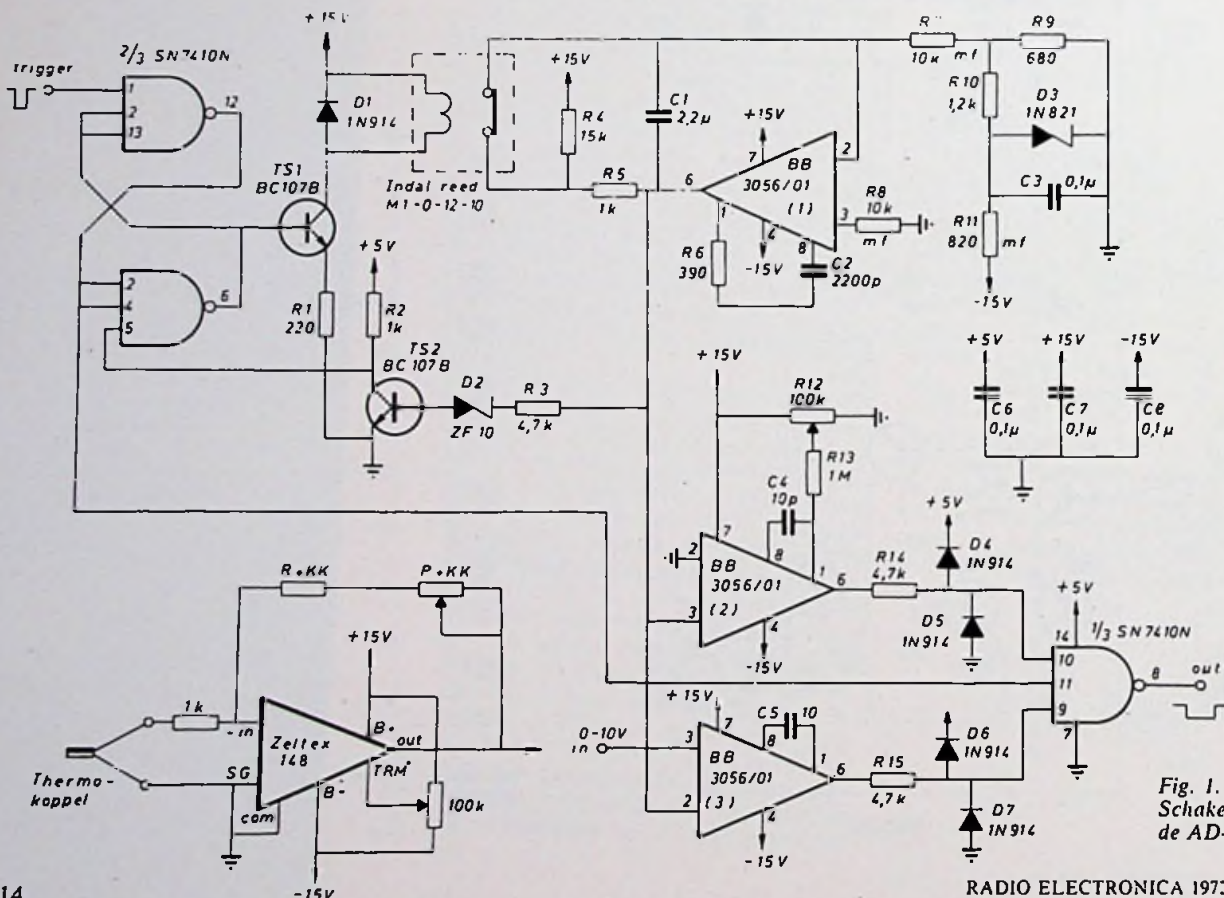
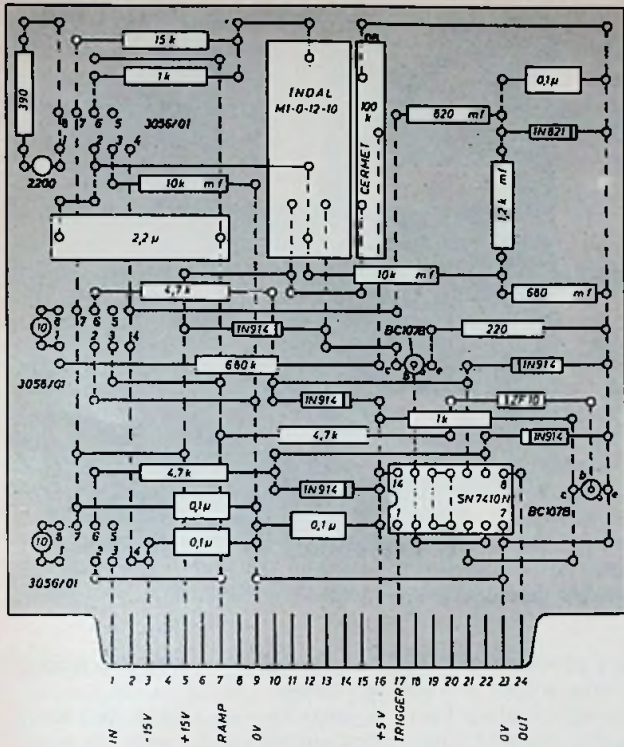

Fig. 1.
Fig. 2. AD-omzetter op Veroboard.
De schakeling (fig. 1) vertoont enige overeenkomst met de ingangscircuits van de meeste digitale paneelmeters en is vrij eenvoudig. Fig. 2 toont hoe de hele omzetter kan worden ondergebracht op een plaatje Veroboard van ca.  $9 \times 9$  cm. Het principe is dat na ontvangst van een trigger impuls een zaagtand (ramp) wordt gestart, welke bij het door de nul gaan een poort openzet en bij het bereiken van de te meten aangelegde spanning deze poort weer sluit. Indien de ramp maar goed lineair is en de gebruikte comparatoren weinig drift vertonen kan de meting vrij nauwkeurig zijn. Het hart van de in fig. 1 getoonde schakeling wordt gevormd door een integrator met als actief element de Burr-Brown 3056/01 (1) operationele versterker. Deingangsspanning wordt geleverd via de referentiediode D3, ingesteld op 7.5 mA en met een zenerspanning van ruim -6 V. Via R10 en R9 wordt deze spanning teruggebracht tot ca. -2 V. De RC-tijd van de integrator wordt bepaald door R7 en C1 en is 22 milliseconde. In deze tijd neemt de